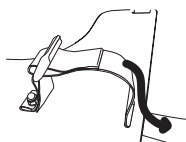

図2
- ③ 図2のようにベルトをスリットに通します。
※グレーチング(側溝を埋める金網)を通過する場合は、図2の様な角度で進入してください。
(図2)